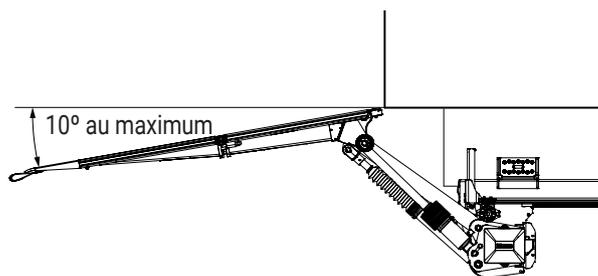

Figure 31. Ajustement de l'angle d'inclinaison sous le plan horizontal à 10° maximum
9. Inclinez la plate-forme à 10° au maximum sous le plan horizontal. Voir Figure 31.